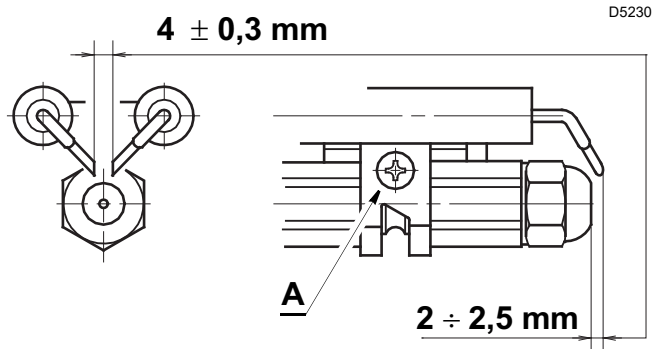

Abb. 20
Die Abstände in Abb. 20 müssen eingehalten werden.
- Den Stauscheibenhalter 5) vom Düsenstock 4) abziehen, nachdem die Befestigungsschraube gelockert wurde (A, Abb. 20 auf S. 24).